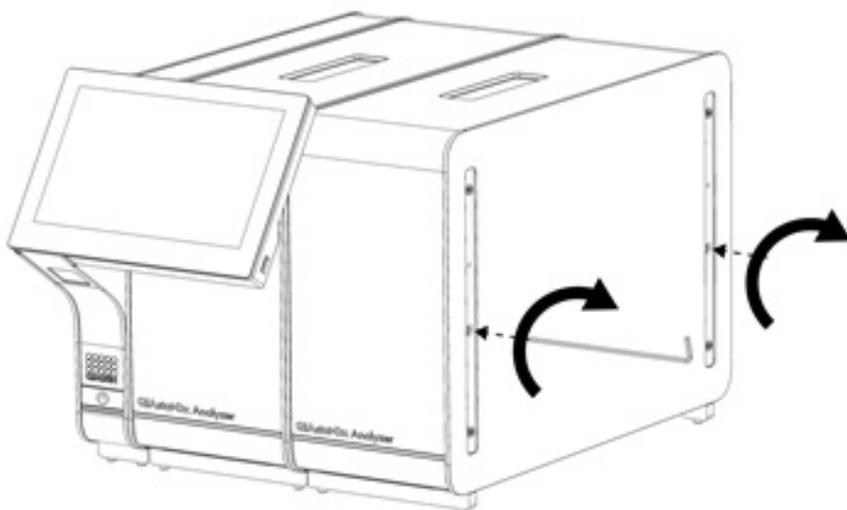

Figura 16. Allineamento e collegamento del modulo analitico aggiuntivo.
4. Allineare il modulo analitico aggiuntivo con il modulo analitico esistente. Serrare le viti con lo strumento di assemblaggio del modulo analitico/operativo fornito con il QIAstat-Dx Analyzer 1.0 (Figura 16).